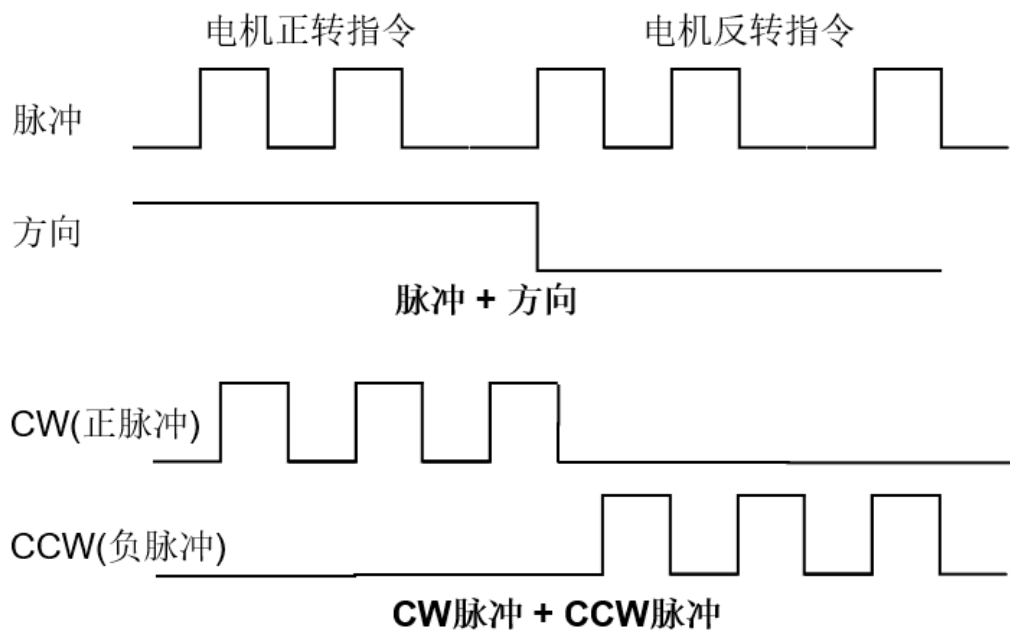

图 6.1.2 位置指令脉冲示意图
- (6) 根据传动比，离合区的不同，主轴带动从轴运动。上位机向伺服系统(运动控制器)发出位置指令，位置指令脉冲有 2 种形式，如图 6.1.2 为位置指令脉冲示意图。
- ① 脉冲+方向
- ② CW 脉冲+CCW 脉冲(正脉冲+负脉冲)